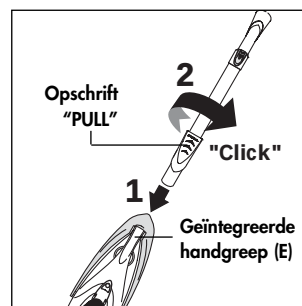

Fig. 1
Na het apparaat uit de verpakking te hebben gehaald, wordt de zuigbuis helemaal in de opening van de vork van het "Nautilus System" (fig. 1) geduwd en in wijzerzin gedraaid tot hij vastklikt. **Om de buis zeker in de juiste zin aan te brengen, controleer of het opschrift "PULL" op de draai-inrichting van de buis gericht is naar de geïntegreerde handgreep (E).**